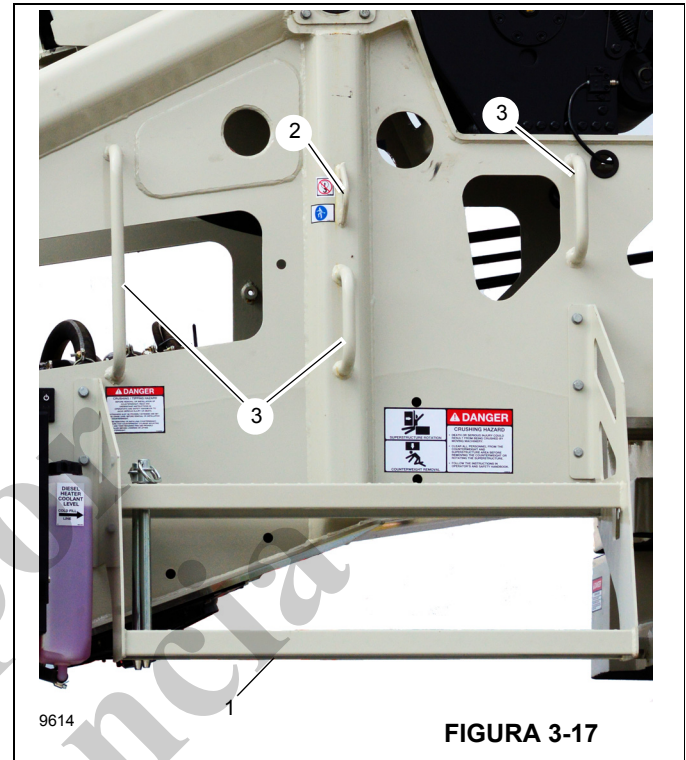

FIGURA 3-17
Use los peldaños (1, Figura 3-17) para obtener acceso a la parte superior de la superestructura, incluidos la pluma y los malacates principal y auxiliar. Los peldaños se encuentran en el lado izquierdo de la superestructura de la grúa. Conecte un arnés de seguridad al punto de conexión (2). Use las agarraderas (3) cuando use los peldaños.